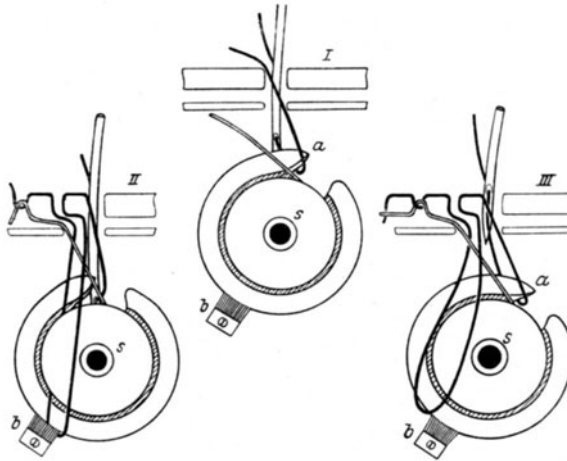

Abb. 34.
sprünglichen Bauart nicht dauernd behaupten konnte, so lag dies vor allem an dem Fehlen eines (damals noch nicht erfundenen) Fadengebers (s. Abb. 34). Die aufwärtsschwingende Nadel ist nicht imstande, die Oberfadenschlinge von der großen Spule *s* abzuziehen, ehe die nächste wieder vom Greiferhaken *a* erfasst wird (II). Um unvermeidliche Fadenverwirrungen zu verhindern, wird die erste Schlinge von einer kleinen fest an den Greifer drückenden Bürste *b* so lange festgehalten, bis die Greiferspitze in die nächste Schlinge eingetreten ist (III). Diese Einrichtung brachte besonders beim Wechsel von Nähmaterial häufig Störungen mit sich.